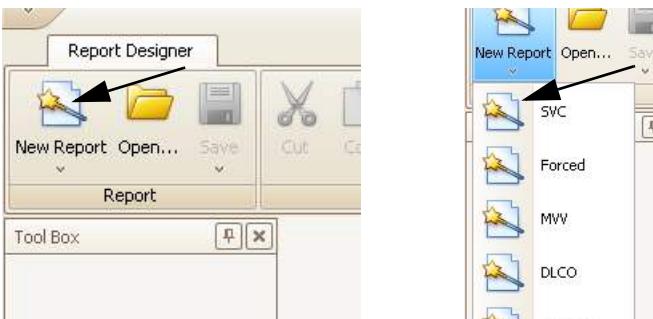

Abb. 10-3: Softkey New Report (links), Auswählen des Tests (rechts)
- Klicken Sie im Report Designer auf **New Report** (Abb. 10-3: links).
- Wählen Sie den Test aus, in den Sie das Logo einfügen möchten (Abb. 10-3: rechts).